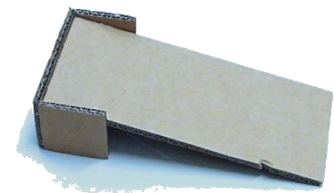

Figure 4. The opposite approach span
3. Monte o vão de aproximação oposto colando as peças E, C e ambas as peças A, conforme mostrado na fig. 4